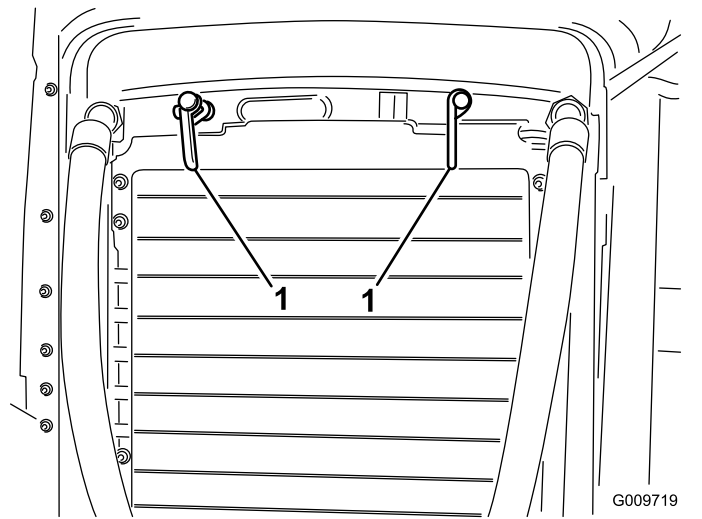

Figura 56
2. Gire los enganches (Figura 56) que sujetan el enfriador de aceite al bastidor.